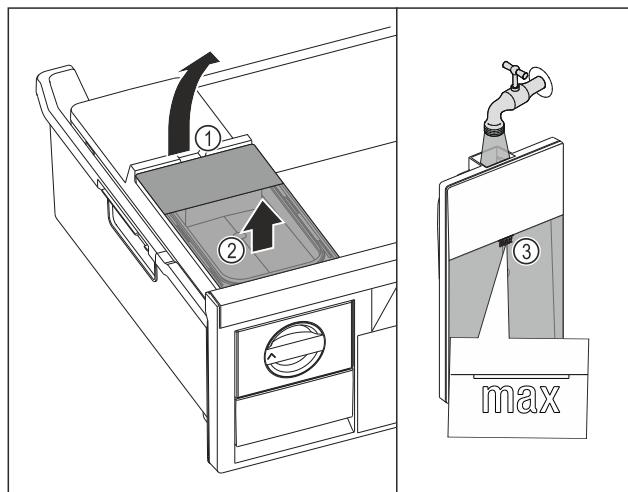

Fig. 75
- Повдигнете резервоара за вода при прореза Fig. 75 (1).
- Извадете резервоара за вода нагоре. Fig. 75 (2)
- Напълнете резервоара за вода до маркировката Fig. 75 (3) с питейна вода.